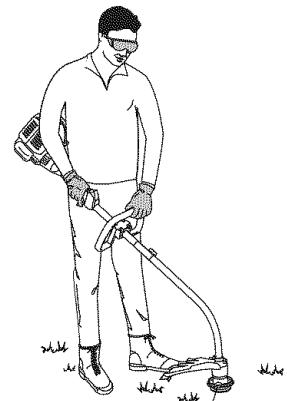

Fig. 2
- Mientras sostiene la unidad en posición de operación (Fig. 2), coloque la manija en D en la posición que le brinde el mejor agarre.